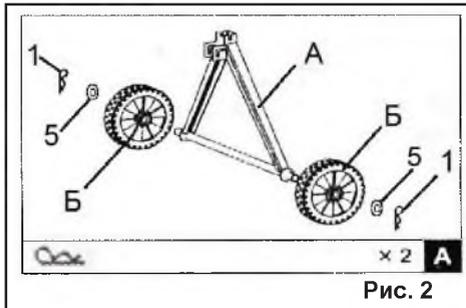

Рис. 2
новите на оси задней стойки (А) колеса (Б) в следующей последовательности: колесо (Б), шайбу (5), шплинт (1), тем самым зафиксировав колеса (Б) на задней стойке (А) (Рис. 2),